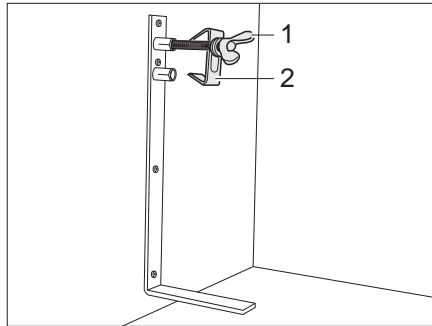

Fig. 174 Etrier de roue de secours
- Desserrer la vis (Fig. 174,1) et l'enlever avec le centrage (Fig. 174,2).